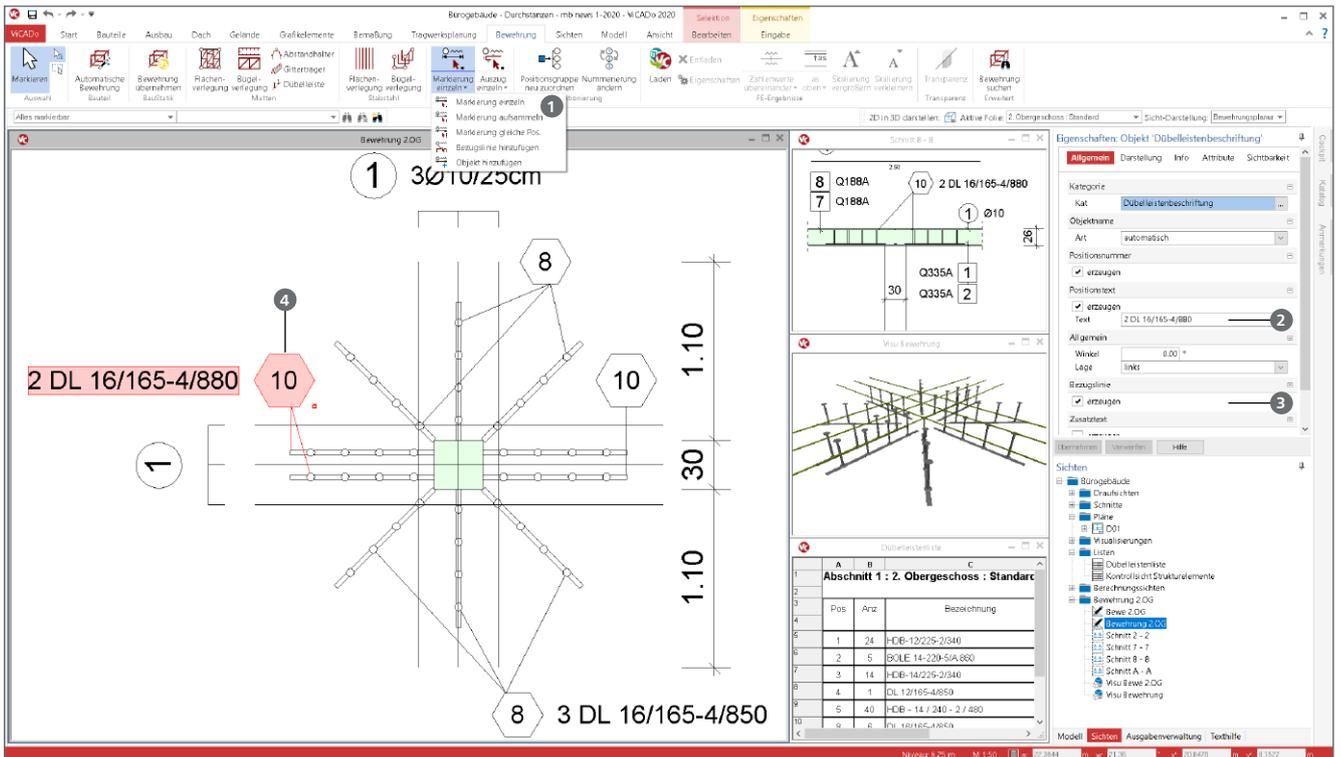

Bild 9. Beschriftungen und Listen für Dübelleisten
Die Beschriftung wird über das Menüband-Register „Bewehrung“ aufgerufen (Bild 9 ①). Über Markierungen, die in Verbindung mit den einzelnen Objekten stehen, erfolgt automatisiert eine Beschriftung mit Positionsnummer, Anzahl und Bezeichnung der Dübelleiste. In den Positionseigenschaften der Markierung wird gesteuert, wie umfangreich der Text der
Markierung (Bild 9 ②) gestaltet wird und ob eine Bezugslinie gezeichnet werden soll (Bild 9 ③). Die geteilte Auswahlfläche „Markierung“ bietet im unteren Teil der Schaltfläche verschiedene Optionen, um Dübelleisten einzeln zu markieren oder gleiche mit einer Markierung aufzusammeln (Bild 9 ④).